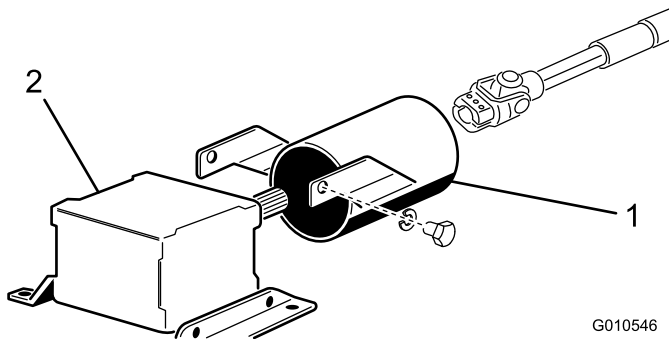

Figura 7
1. Retire los 2 tornillos de caperuza y las arandelas de freno que sujetan los soportes de montaje del protector de la TDF a la caja de engranajes (Figura 7).
2. Deslice el protector del árbol de la TDF sobre el árbol de la TDF, posicionando el protector según se muestra en Figura 7.